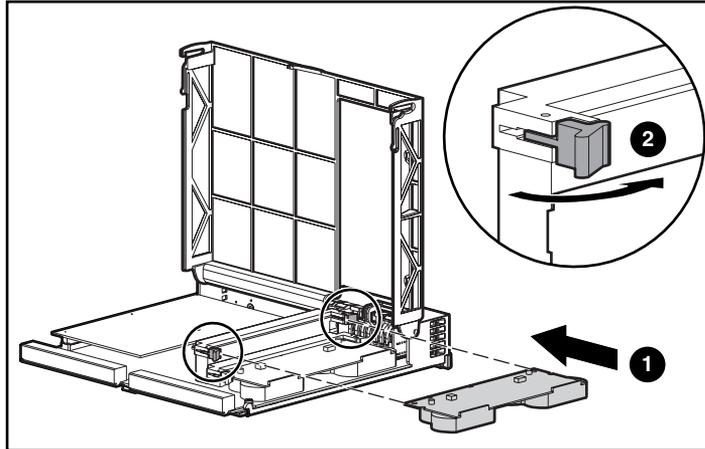

図4: キャッシュ モジュールをインストールする
6. 新しいMSA1000コントローラ キャッシュをコントローラ内にスライドさせてインストールします**①**。側面のラッチが完全にかかっていることを確認します**②**。図4を参照してください。